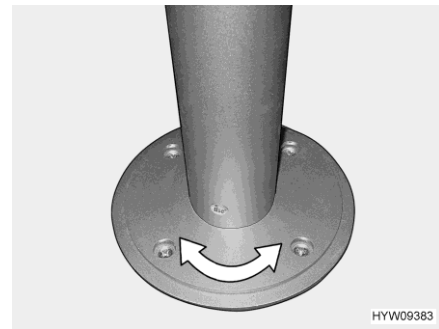

Fig. 97 Piede del tavolo a colonna (girevole)
- Ruotare il piano del tavolo nella posizione desiderata. A tale scopo occorre esercitare abbastanza forza, poiché il piano del tavolo ruota incontrando resistenza di attrito sul piede del tavolo a colonna (Fig. 97).